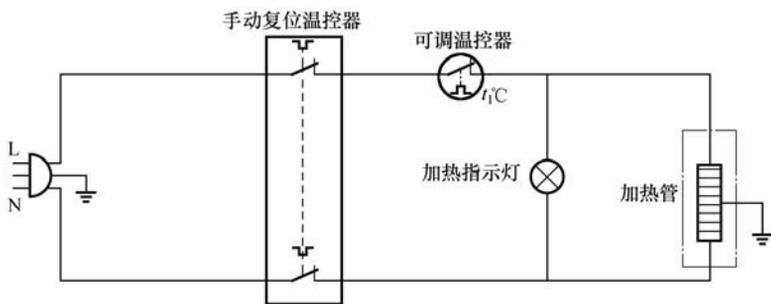

图 5-80 海尔 ES60H-C3 (E) 型电热水器电气原理图
【要点点拨】海尔 ES60H-C3 (E) 型电热水器电气原理图如图 5-80 所示。